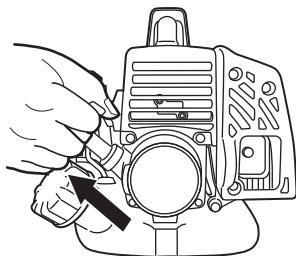

Fig. 18
- (4) Tirez vivement sur la corde du lanceur en accompagnant son retour, sans relâcher brusquement la poignée. (Fig. 18)
(6) Puis tirez à nouveau d'un coup sec sur le démarreur à lanceur. (Fig. 18)